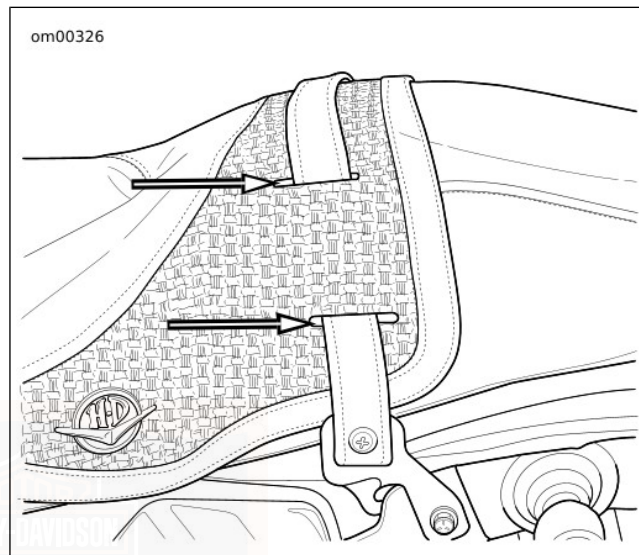

Figura 96. Ranhuras da correia: FLHRC
4. **FLHRC:** Ver Figura 96. Passar a correia pelas ranhuras do assento para a retirar.
4. **FLHRC:** Ver Figura 96. Colocar a correia, passando-a pelas ranhuras do assento.